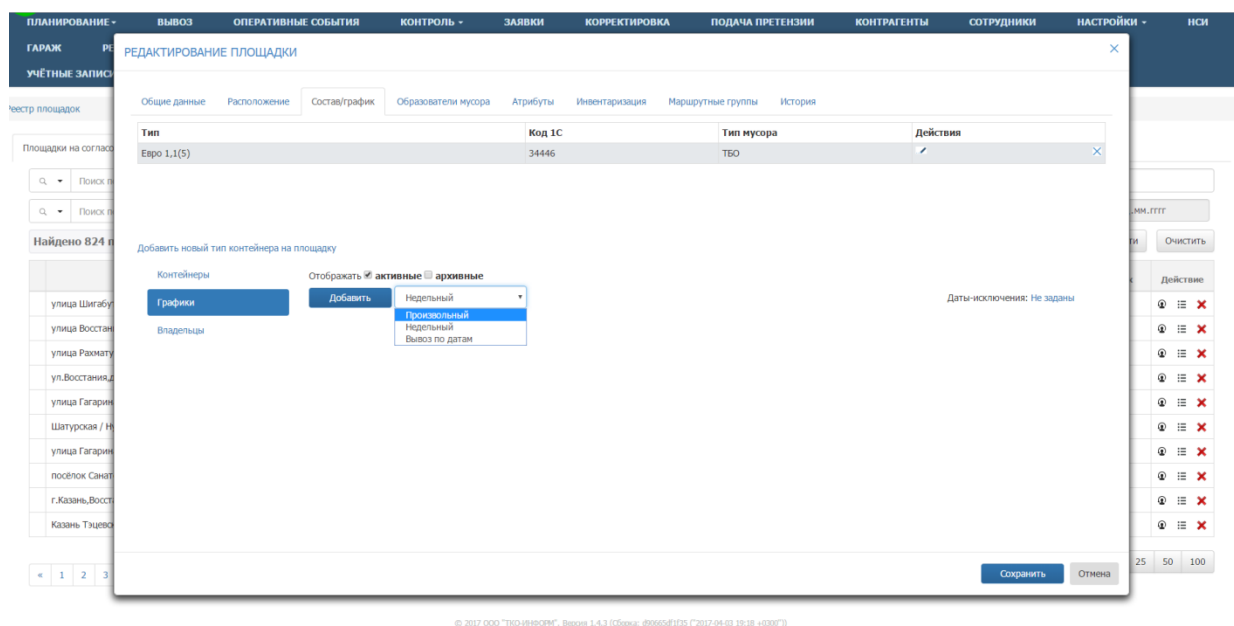

Рисунок 66. Добавление графика вывоза
**Графики:** для добавления графика вывоза мусора (можно добавить несколько графиков с разными сроками действия) необходимо перейти в подраздел «Графики», выбрать тип графика (произвольный, недельный и вывоз по датам) и нажать на кнопку **Добавить** (Рисунок 66).